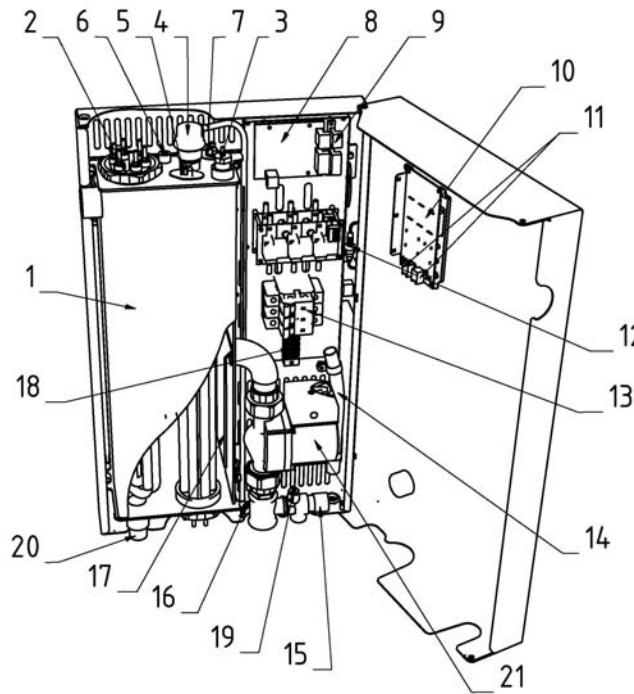

Рис. 4 Устройство прибора
4.3. Прибор (Рис. 4) состоит из теплоизолированного бака (1) с патрубками (Рис. 1) входа (10) и выхода (9) воды.
4.5. В баке, в зависимости от модели, (Рис. 4) установлены один или два блока нагревательных элементов (2). Блоки ТЭНов изготовленные из нержавеющей стали, скомпонованы в несколько ступеней мощности.